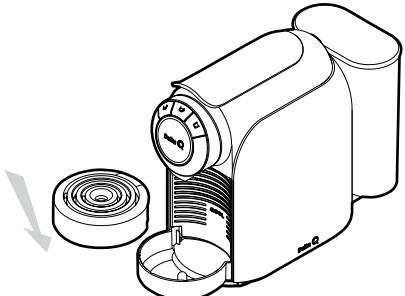

Fig. 12: Abbassare il vassoio per appoggiare le tazze.
- Nel caso in cui la tazza sia più alta della distanza fra il vassoio e il becco di estrazione, abbassare il vassoio per appoggiare le tazze (vedere **Fig. 12**). Collocare un tazza (con capacità superiore a 180cc) sopra il vassoio per le tazze e sotto il becco di estrazione (vedere **Fig. 13**).